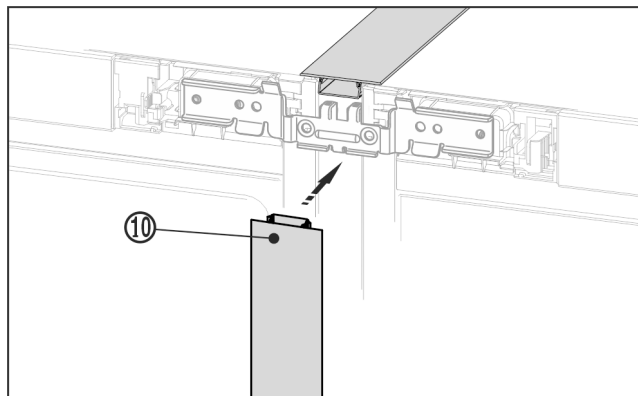

Fig. 23
- ▶ En la parte delantera, presione el listón embellecedor Fig. 23 (10) largo para introducirlo en la ranura vertical. Preste atención a que el listón embellecedor quede sobre la chapa de unión.